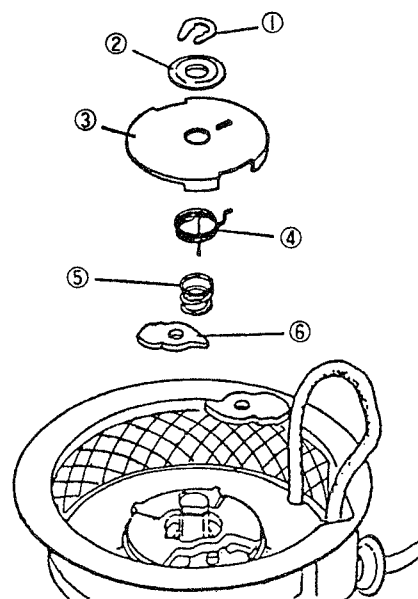

Fig 12-2
(3) 部品の取り外ずしはFig 12-2の番号の順に部品を外ずして下さい。
- ① U型止メ輪
- ② スラストワッシャ
- ③ フリクションスプリング
- ④ リタンスプリング
- ⑤ フリクションスプリング
- ⑥ ラチェット
- (4) 部品の組込みは Fig 12-2 と逆の順に組込んで下さい。